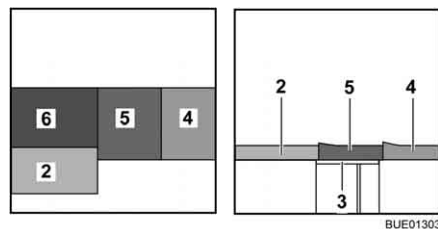

Bild 130 Efter ombyggnaden
- Lägg sittdynan (Bild 130,5) i mitten.
- Lägg ryggdynan (Bild 130,4) mellan sittdynan och väggen.